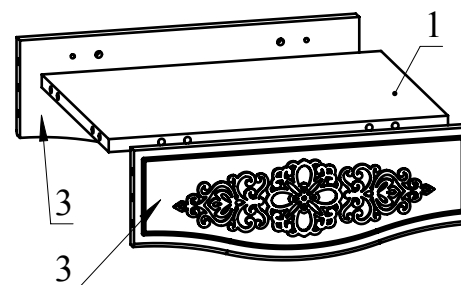

Рис.4
4. Установить детали 1,3 на деталь 2 и зафиксировать, повернув конфирматным ключом головки минификс по часовой стрелке до упора (Рис. 4, 5).